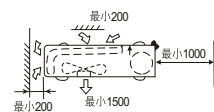

图3 机器户外部分所需空间
(1) 安装场所必须满足如下要求：
- 确定机器四周留有充分空间，并尽可能地远离障碍物，以便操作和维修，见图3。